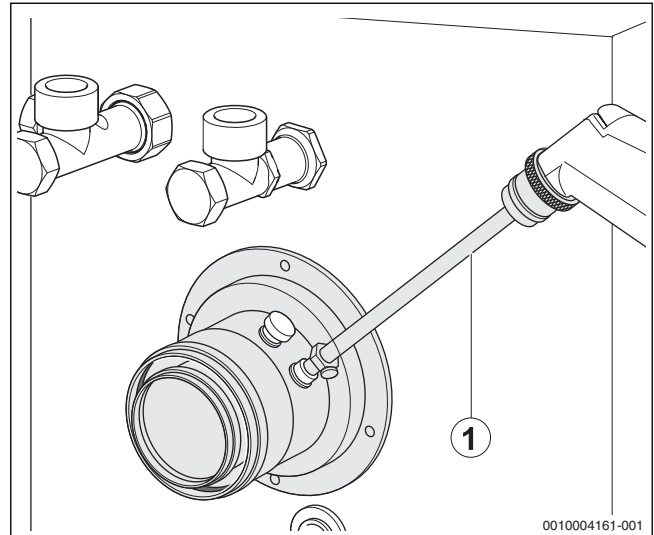

Bild 57 Messwerte aufnehmen
- Messfühler durch die Messöffnung (→ Bild 57, Seite 30) im Abgasrohr in den Kernstrom halten und CO₂-Gehalt kontrollieren.